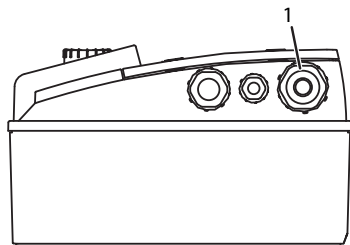

Fig. 18: Prensaestopas M25
- La conexión eléctrica debe realizarse con un cable de alimentación eléctrica tendido de forma fija (sección mín. $4 \times 1,5 \text{ mm}^2$, máx. $4 \times 4 \text{ mm}^2$) provisto de un conector o un interruptor para todos los polos con al menos 3 mm de ancho de contacto. Se ha de guiar el cable de alimentación eléctrica a través del prensaestopas M25 (Fig. 18, pos. 1).